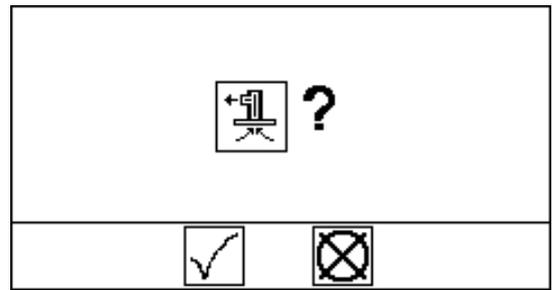

FIG. 21: Conferma dell'adescamento
5. Premere il tasto di adescamento della pompa . All'operatore viene chiesto di confermare. Vedere la FIG. 21. Selezionare per iniziare l'adescamento.